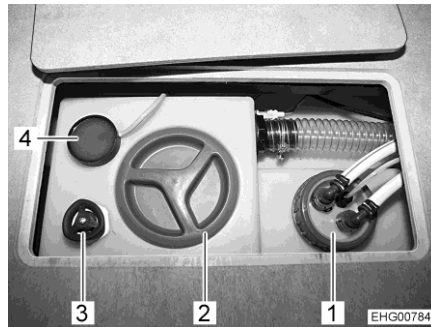

Bild 129 Drehgriff Wasserablass
**Öffnen:** ■ Drehgriff (Bild 129,3) auf dem Wassertank bis zum Anschlag entgegen dem Uhrzeigersinn drehen.
**Schließen:** ■ Drehgriff (Bild 129,3) auf dem Wassertank bis zum Anschlag im Uhrzeigersinn drehen.